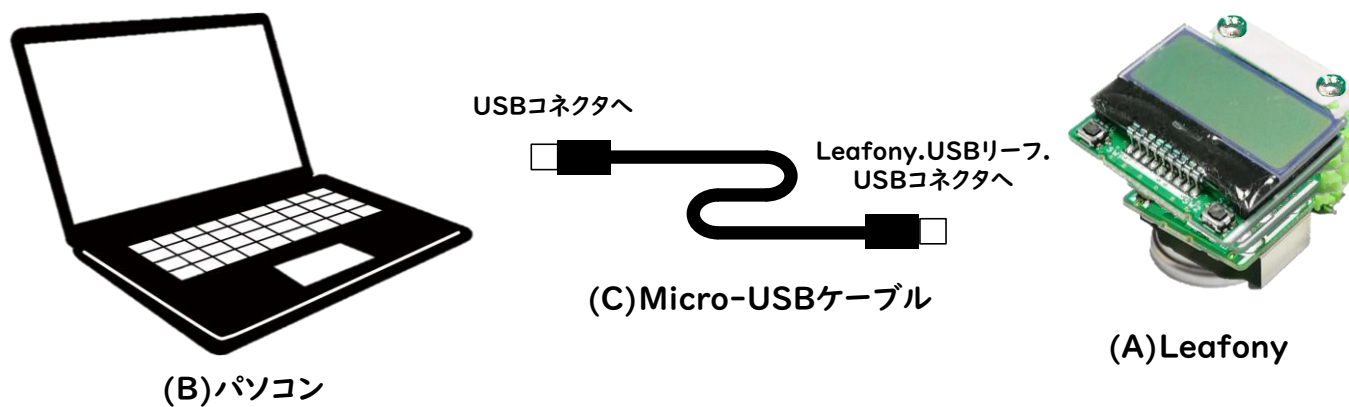

図 7-2 Leafony パソコン接続図
(A) Leafony と (B) パソコンを (C) MicroUSB ケーブルを用いて接続します。(図 7-2 参照)